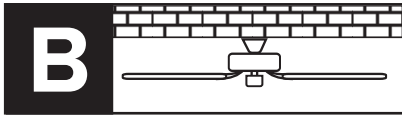

fig. B5
**DK** fig. B5: Fjern dækringen fra baldakinen.